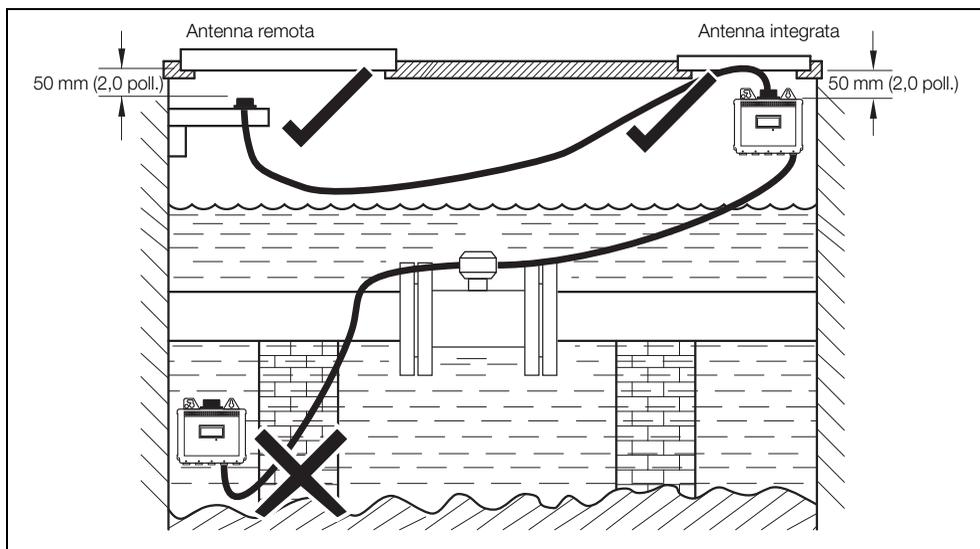

Fig. 2.22 Installazione antenna GSM
- l'antenna, montata a 50 mm (2 poll.) sotto il coperchio della camera, deve essere di plastica – vedere Fig. 2.22
- Assicurarsi che l'antenna non venga sommersa dall'acqua – vedere Fig. 2.22.